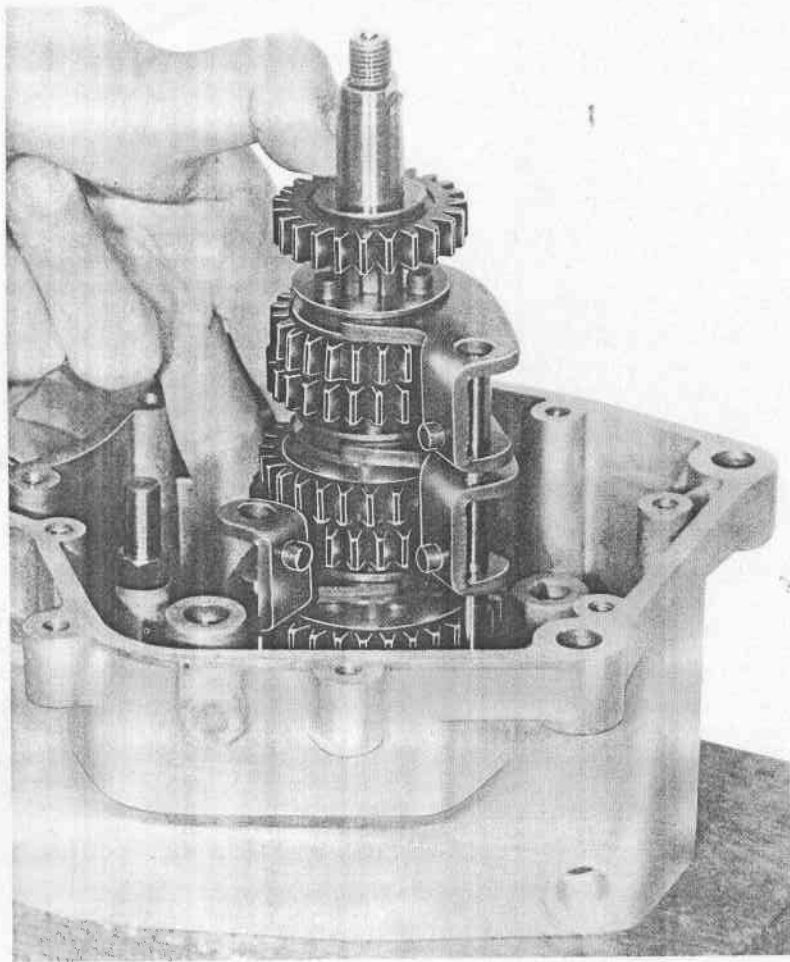

Fig. 28 - Montaggio albero secondario cambio
- Introdurre leggermente «l'albero secondario» nel cuscinetto, unitamente alle 3 forchette spostamarce, già inserite dentro agli scorrevoli d'innesto (fig. 28). Naturalmente, le forchette spostamarce dovranno essere infilte nei relativi perni di guida.